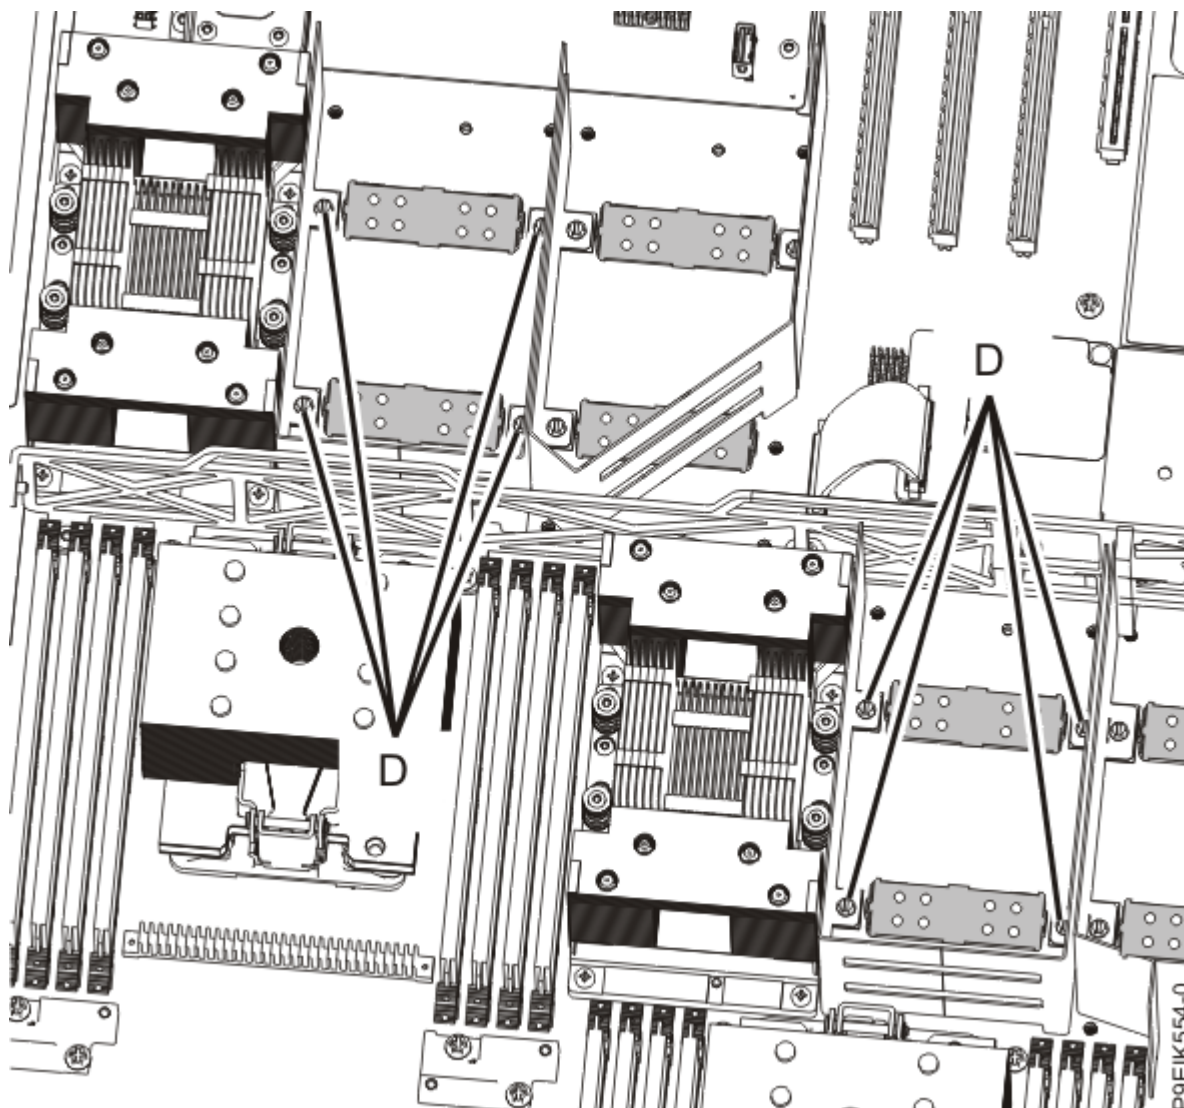

Figura 23. Remover um enchimento de GPU
- a) Remova os quatro parafusos **(D)** que fixam um enchimento de GPU ao painel posterior do sistema, como é mostrado na Figura 23 na página 26.